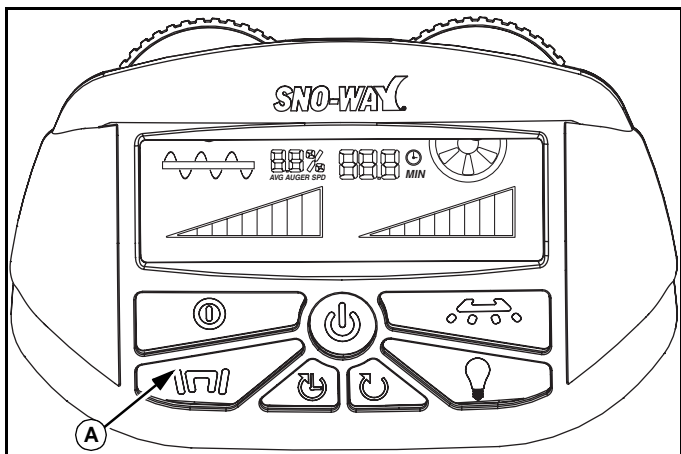

Figur 1-11
For å betjene spinneren, vri den høyre spinner-skiven (A) med klokken for å øke hastigheten. Den tilnærmede prosentvise hastigheten er indikert på søylediagrammet (B). Når skiven dreies helt mot klokken og grafen ikke viser noen søyler, vil spinneren bli stoppet. Når spinneren stopper, vil spiralboret, vibratoren og fuktesystemet også stoppe. På denne måten vil ikke materialet være bortkastet og det vil ikke overbelaste spinneren. (Se Figur 1-11.)